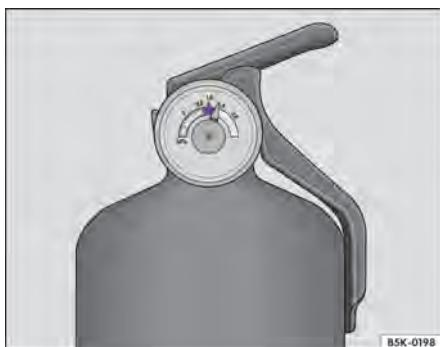

Fig. 149 No extintor de incêndio: indicador da pressão.
- Indicador de pressão: o ponteiro de indicação ⇒ Fig. 149 deve se encontrar na região verde (pronto para uso).